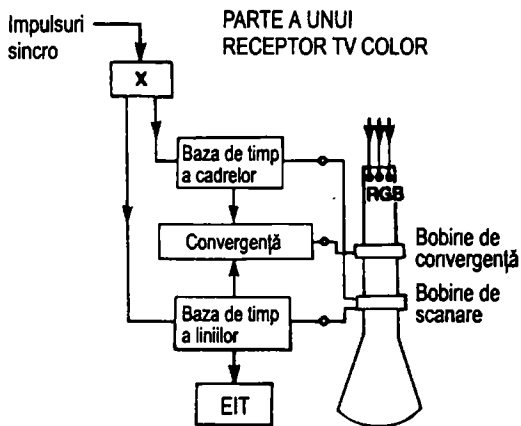

Figura Q.17
- 43 Fie figura Q.17. Blocul X este